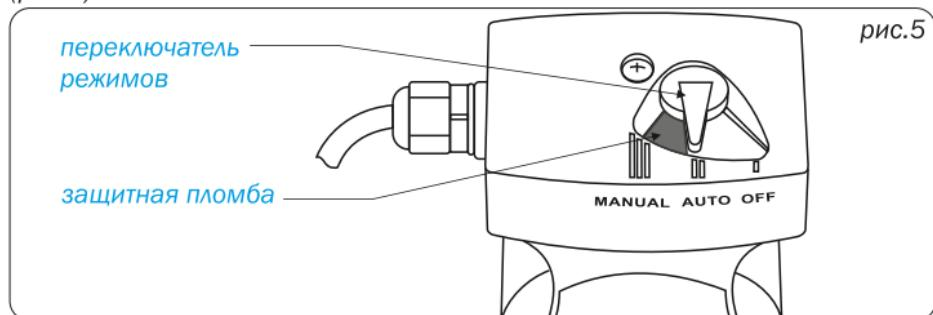

рис.5
Насос оборудован переключателем режимов, который имеет три положения (рис.5)
- Положение MANUAL (включен принудительно). В этом режиме насос постоянно включен, независимо ни от каких факторов. Данный режим эксплуатации требуется в быту достаточно редко. Нужно соблюдать особенную осторожность и внимательность, эксплуатируя насос в режиме MANUAL, поскольку в случае недостаточного контроля за насосом, велика вероятность возникновения различных аварийных режимов его работы (сухой ход, работа на закрытый кран). По этой причине на новых насосах режим MANUAL защищен специальной защитной пломбой (рис.5), предотвращающей нечаянное включение данного режима.